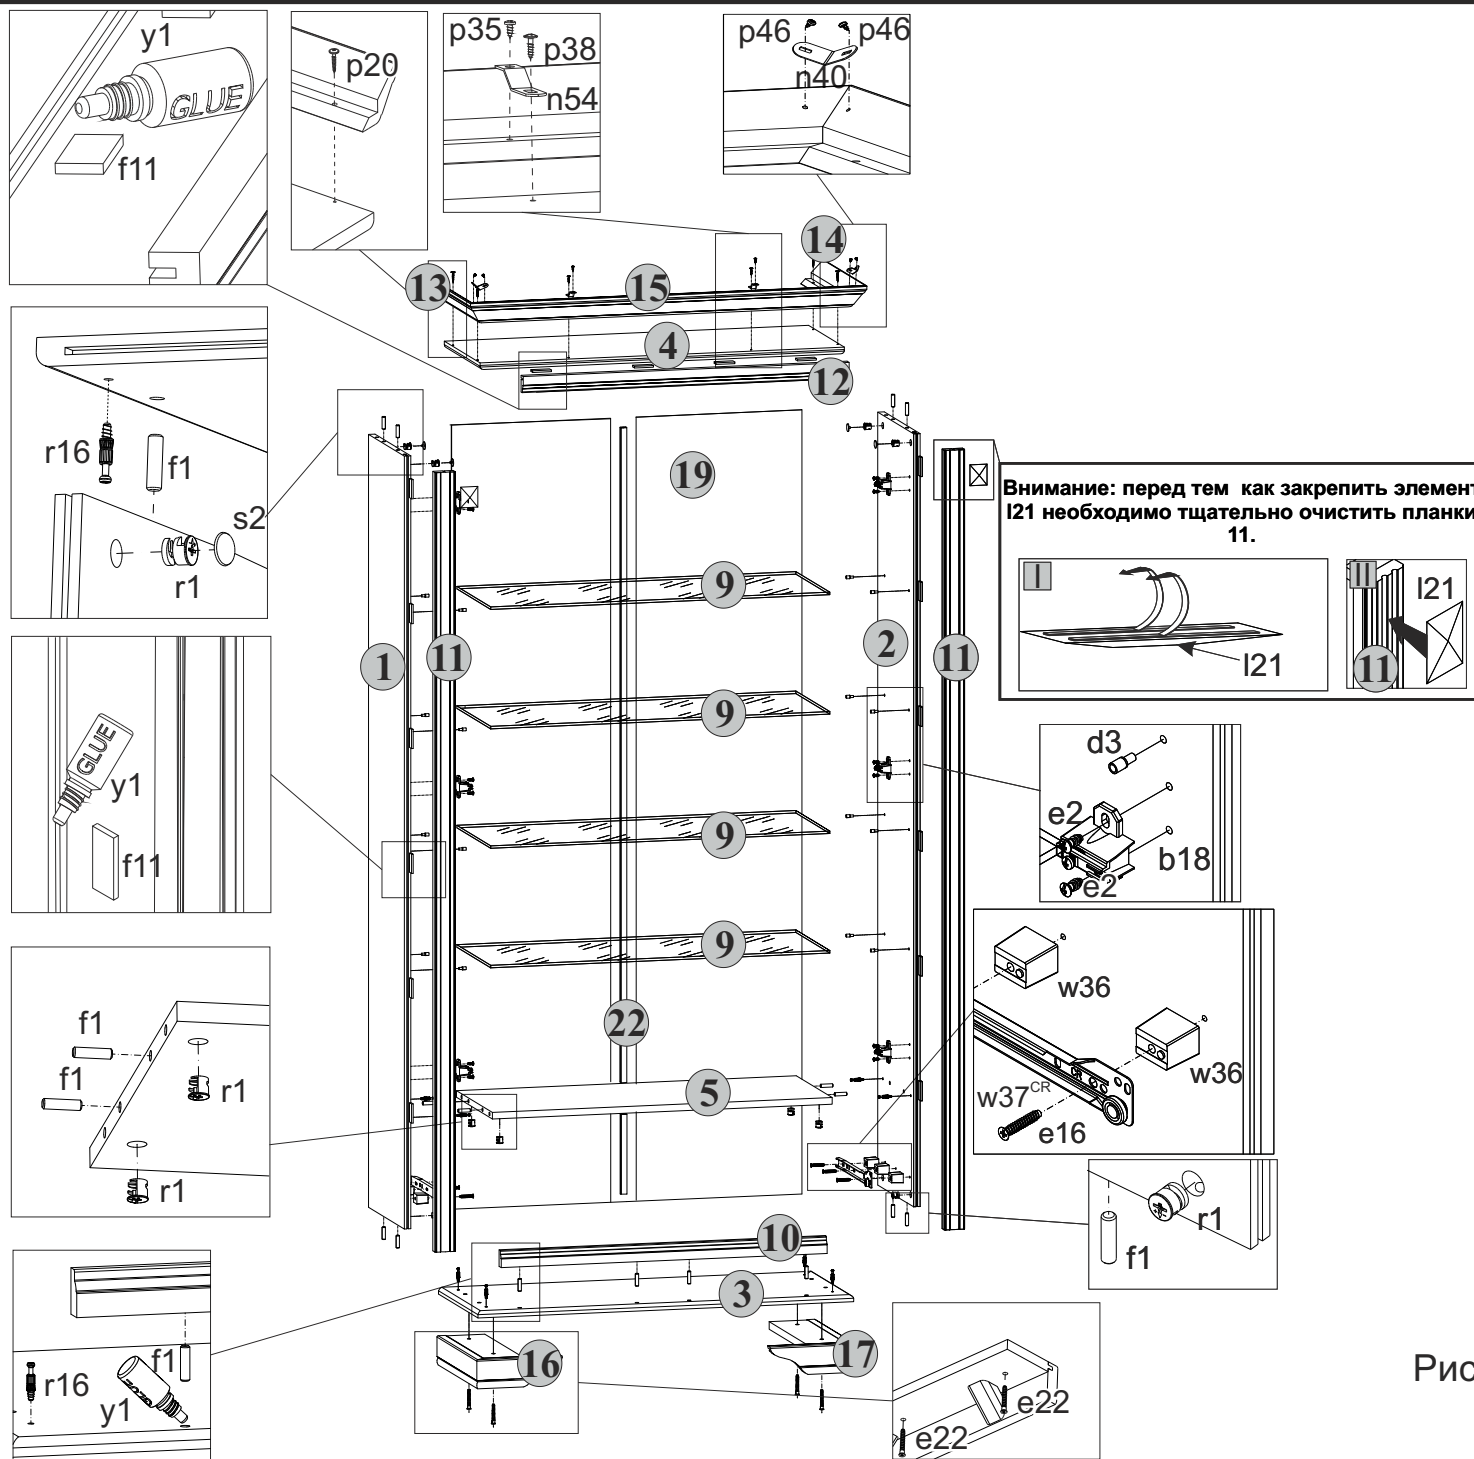

Рисунок 1
14. Нанести клей из тюбика **y1** в отверстия  $\varnothing 8$  мм планки декоративной из МДФ **10**. Прикрепить планку декоративную из МДФ **10** к щиту нижнему **3** согласно плана сборки (см. рис. 1).
15. На планки декоративные из МДФ **11** прикрепить элементы **I21**, согласно плана сборки, **предварительно необходимо тщательно очистить поверхность планки 11, на которую будет крепиться элемент I21 (см. рис. 1).**
20. Собрать декоративный карниз, соединив планки декоративные из МДФ **13, 14, 15** при помощи уголков **n40** и шурупов **p46 (см. рис. 1).**
21. Прикрепить карниз к щиту верхнему **4** шурупами **p20**, а также при помощи двух уголков **n54**. Уголки **n54** прикрутить шурупами **p35** к карнизу и шурупами **p38** к щиту верхнему **4 (см. рис. 1).**
2. В отверстия  $\varnothing 8$  мм на торцевых кромках стенок боковых 1, 2, полки соединительной 5 вбить деревянные шканты f1 (см. рис. 1).
3. На внутренних поверхностях стенок боковых 1, 2, нижней поверхности полки соединительной 5 в отверстия  $\varnothing 15$  мм вбить стяжки эксцентриковые r1 (см. рис. 1).
4. В отверстия  $\varnothing 5$  мм на стенках боковых 1, 2 вбить полкодержатели d3 (см. рис. 1).
5. На внутренних поверхностях стенок боковых 1, 2 в местах кернения прикрутить шурупами e16 металлические направляющие w37\CR, w37\CL, используя шайбу роликовых направляющих w36 (см. рис. 1).
6. На стенки боковые 1, 2 прикрутить ответные планки петель b18 шурупами e2 (см. рис. 1).
7. К щиту нижнему 3 прикрепить ножки 16, 17 конформатами e22 (см. рис. 1).
8. На внутренних поверхностях щита нижнего 3, щита верхнего 4, стенок боковых 1, 2 в отверстия  $\varnothing 5$  мм, согласно плана сборки, аккуратно вкрутить винты стяжки r16 (см. рис. 1).
10. Собрать все детали согласно плана сборки, соединив стяжки эксцентриковые r1 с винтом стяжки r16. Для поворота эксцентрика использовать либо отвертку, либо специальный ключ z1, прилагаемый к комплекту. Закрыть верхние стяжки эксцентриковые на стенках боковых 1, 2 заглушками s2 (см. рис. 1).
12. Закрепить стенки задние 19 на корпусе шкафа гвоздями l1 с шагом 80-120 мм, предварительно соединив две части стенки задней 19 при помощи планки соединительной 22 (см. рис. 1).
13. Нанести на элементы f11 клей из тюбика y1, вставить эти детали в пропил стенок боковых 1, 2, щита верхнего 4 и установить на стенки боковые 1, 2 планки декоративные из МДФ 11, на щит верхний 4 - планку декоративную из МДФ 12 (см. рис. 1).